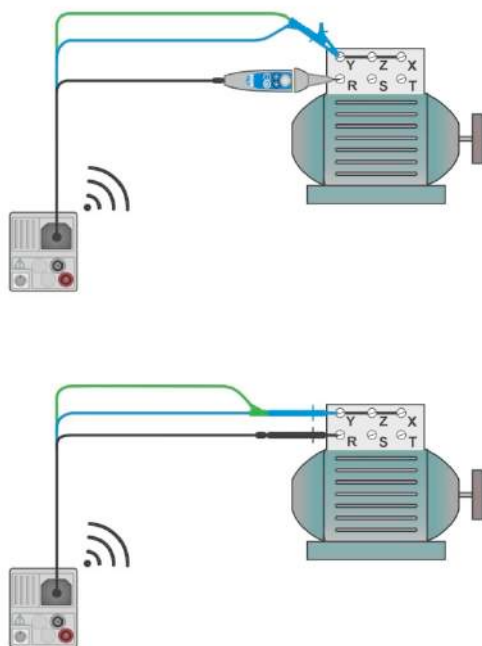

Рисунок 7.18: Подключение с помощью щупа «commander» с наконечником и 3-проводным тестовым кабелем
- Подключите тестовые провода к испытываемому устройству, см. **Рисунок 7.18: Подключение с помощью щупа «commander» с наконечником и 3-проводным тестовым кабелем**.